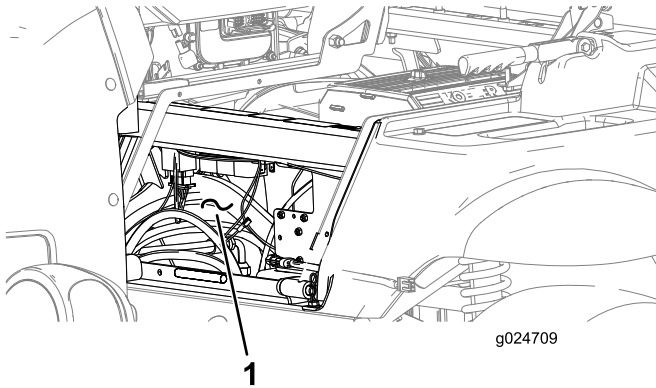

図 5
1. 座席シュラウドの前を通してワイヤハーネスを敷設する 図 5。